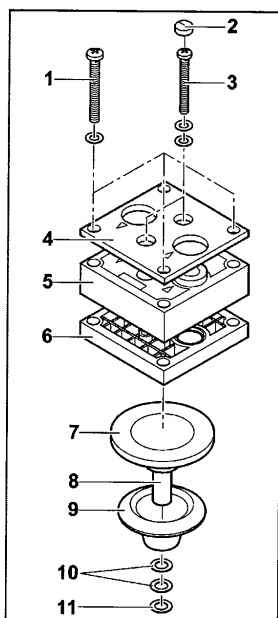

Fig. 4: Strukturmembran wechseln
3. Vier Schrauben (Fig. 4/1) lösen und Druckplatte (Fig. 4/4) entfernen.
4. Schraubenabdeckungen (Fig. 4/2) entfernen, zwei Schrauben (Fig. 4/3) lösen und Kopfdeckel (Fig. 4/5) und Zwischenplatte (Fig. 4/6) abnehmen.